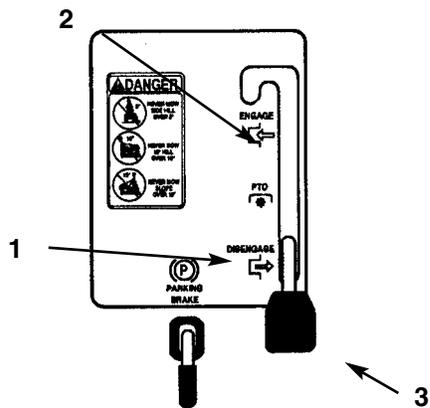

Fig. 4
2. Spostate il comando della lama (PDF) su "ENGAGED" (innestato) (Fig. 4).
2. Spostate il comando della lama (PDF) su "DIS-ENGAGED" (disinnestato) (Fig. 4).